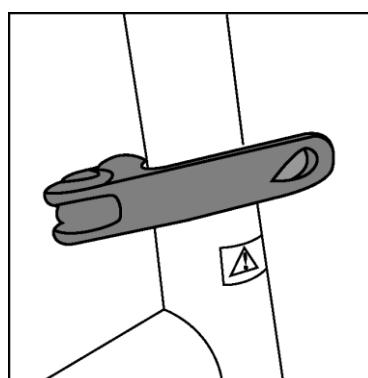

Abbildung 2: Lenker- oder Sattelklemme
- Lenker- und Sattelklemme:** siehe Abbildung 2. Mit diesen Klemmen können Sie Sattel und Lenker auf die richtige Höhe einstellen. Stellen Sie sicher, dass diese Klemmen fest sitzen.